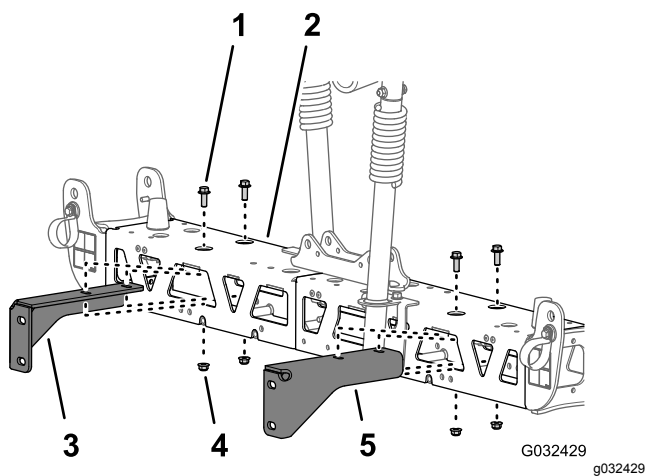

図 49
2. サポートブラケットをセンターブームに固定しているフランジヘッドボルト3/8 x 1 インチ2本とフランジロックナット3/8 インチ2個を外して、ブラケットを取り外す 図 49。
3. もうひとつのサポートブラケットをセンターブームに固定しているフランジヘッドボルト 3/8 x 1 インチ 2 本とフランジロックナット 3/8 インチ 2 個を外して、ブラケットを取り外す 図 49。